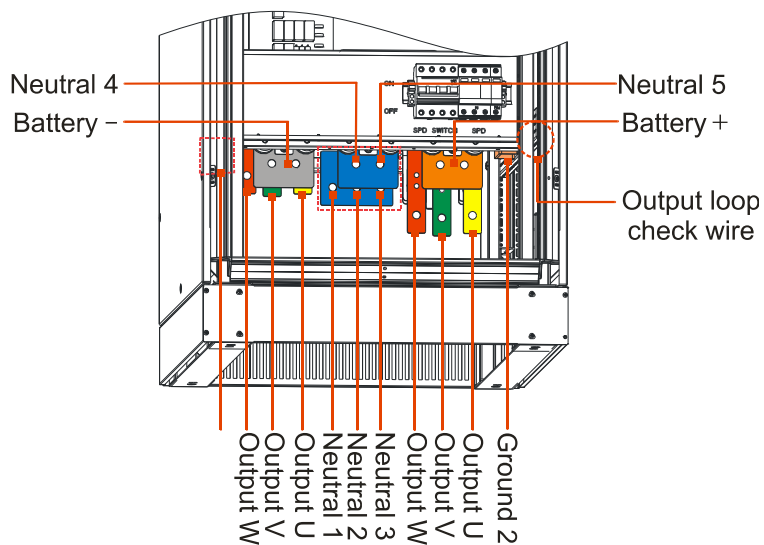

Рис. 3.16 Шины для подключения кабелей
**Step 2** Подключите входной, выходной кабели и кабель АКБ в шины в соответствии с Рис. 3.16, затем затяните болты.